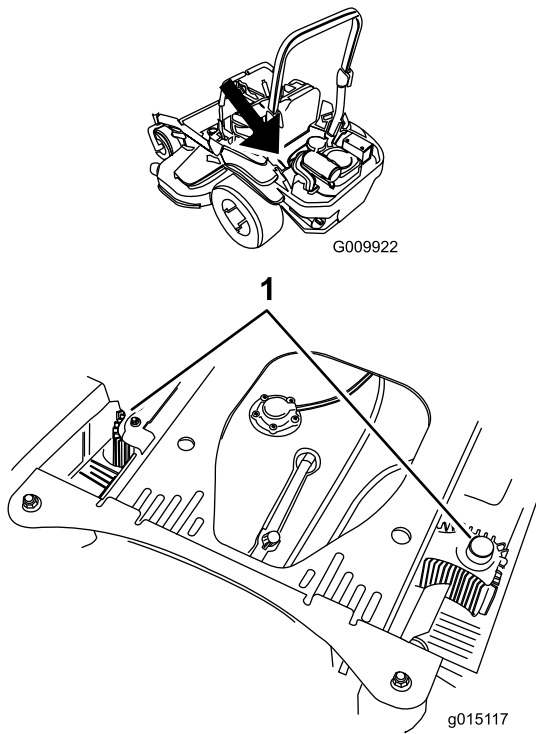

Figure 70
4. Débarrassez les unités hydrauliques de l'herbe et des débris accumulés (Figure 70).